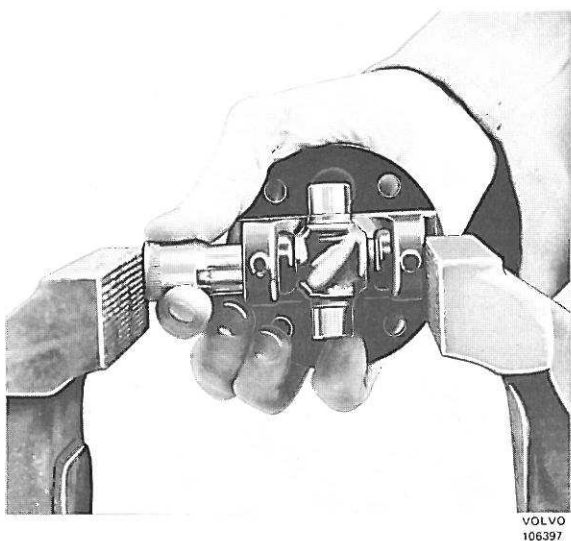

Figure 16. Mise en place des bagues de retenue avec une douille
4. Poser une douille appropriée entre l'étau et le roulement (figure 16) et enfoncer encore ce dernier jusqu'à ce qu'il dépasse la gorge à circlips. Mettre ensuite le circlips.